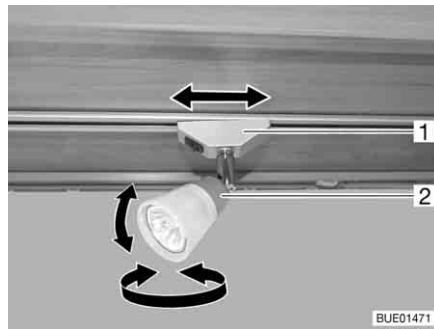

Fig. 48 Spot
*Tourner :* ■ Saisir le boîtier (Fig. 48,2) et le tourner.
*Faire coulisser :* ■ Attraper le support (Fig. 48,1) le faire pivoter d'environ 45°.
*Enlever :* ■ Attraper le support (Fig. 48,1) et le faire pivoter d'environ 90°.